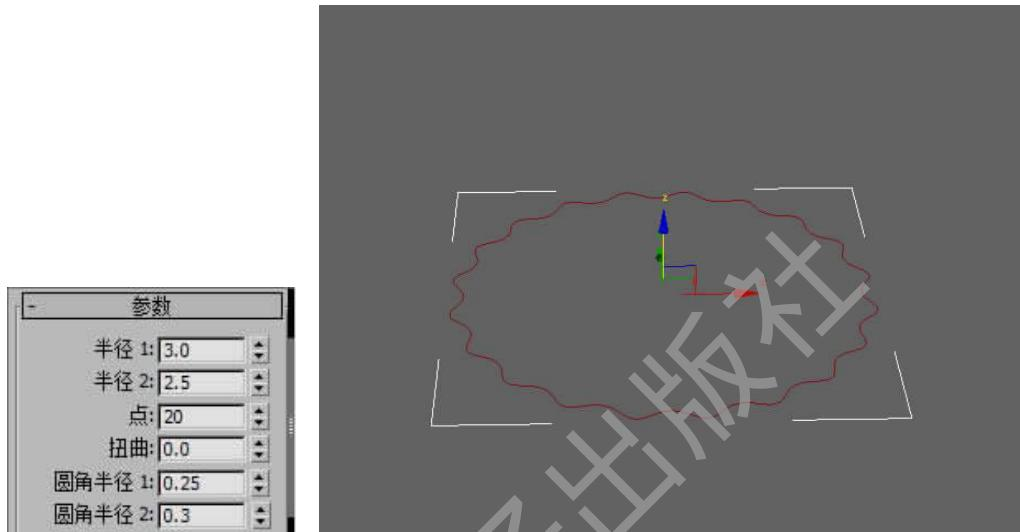

图 2-61 创建星形
Step 5. 选择 创建面板→ 图形→星形,具体参数如下,如图 2-61 所示。